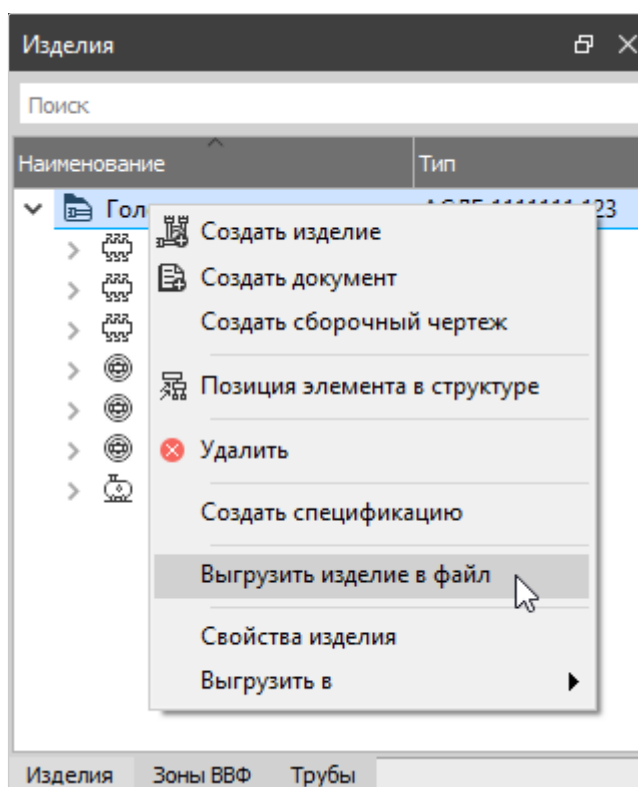

Рисунок 293. Выгрузка изделия в файл
- 2) В открывшемся контекстном меню выбрать пункт «Выгрузить изделие в файл» (см. рисунок 293).